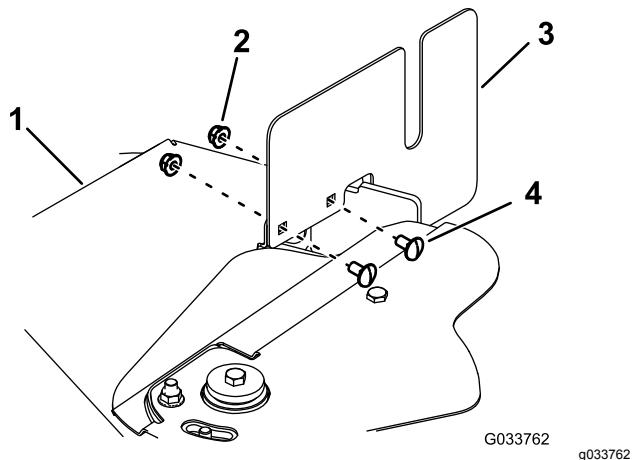

Bild 63
3. Entfernen Sie die vier Schlossschrauben und vier Muttern, mit denen die zwei Seitenabdeckungen an den Riemenabdeckungen befestigt sind (Bild 63).
- Befestigen Sie die zwei Seitenabdeckungen mit den vier Schlossschrauben und vier Muttern an den Riemenabdeckungen (Bild 63).